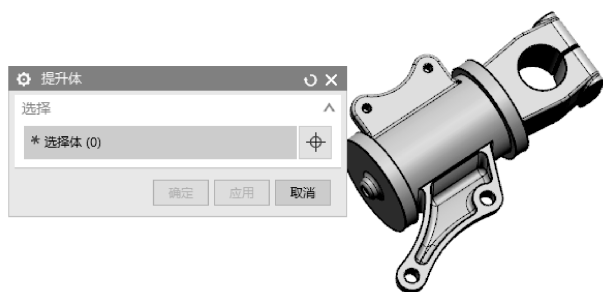

图 9-32 创建提升体
- 04 在【开始】面板中单击【提升】按钮，选择理想化模型创建提升体，如图 9-32 所示。